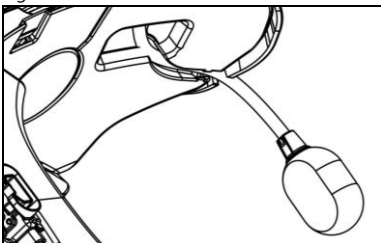

Fig. 8
- Colocar el micrófono en su alojamiento a la derecha del casco introduciendo el boom metálico en la ranura de la armazón de enganche de la carrillera (Fig. 8).